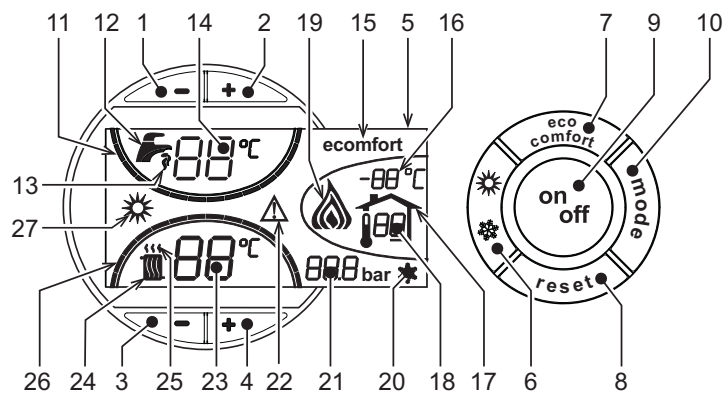
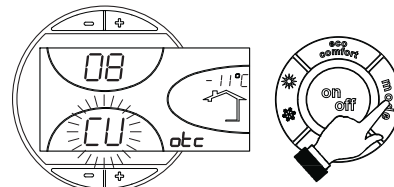
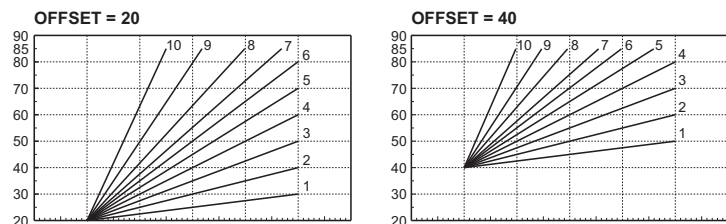

fig. 1 - Controlepaneel
fig. 11 - Kromming stooklijn
fig. 14 - Voorbeeld van parallelle verplaatsing van de compensatiecurven
Het verzoek om verwarming (door de Omgevingsthermostaat of de Timerafstandsbediening) wordt aangegeven met knipperen van de warme lucht boven de radiator (detail 24 en 25 - fig. 1).
fig. 1 De streepjes die de verwarmingsgraad aangeven (detail 26 - ) gaan branden naarmate de temperatuur van de verwarmingssensor de ingestelde waarde dichterbenedert.
Het verzoek om sanitair water (naar aanleiding van gebruik van warm sanitair water) wordt aangegeven met knipperen van het warm water onder de kraan (detail 12 en 13 - fig. 1). Controleer of de functie Comfort geactiveerd is (detail 15 - fig. 1)
De streepjes die de temperatuur van het sanitaire water aangeven (detail 11 - fig. 1) gaan branden naarmate de temperatuur van de sensor van het sanitaire water de ingestelde waarde dichterbenedert.
Wanneer verwarming van de boiler actief is (standaard ingesteld) wordt op het display het symbool COMFORT (detail 15 - fig. 1) geactiveerd; wanneer ze is uitgeschakeld is op het display het symbool ECO (detail 15 - fig. 1) geactiveerd
De gebruiker kan de boiler uitschakelen (modus ECO) door te drukken op de toets eco/comfort (detail 7 - fig. 1). Druk nogmaals op de toets eco/comfort (detail 7 - fig. 1) om de modus COMFORT te activeren.
Druk 1 seconde op de toets **on/off** (detail 9 - fig. 1) .
Druk nogmaals 1 seconde op de toets **on/off** (detail 9 - fig. 1) om de ketel weer aan te zetten.
Druk 1 seconde op de toets **zomer/winter** (detail 6 - fig. 1).
Op het display wordt het symbool Zomer (detail 27 - fig. 1) actief: de verwarmingsketel levert uitsluitend warm water. Het antivriessysteem blijft actief.
Druk weer 1 seconde op de toets **zomer/winter** (detail 6 - fig. 1) om de modus Zomer te deactiveren.
Bedien de **verwarmingstoetsen** (detail 3 en 4 - fig. 1) om de temperatuur te variëren van minimaal 30 °C tot maximaal 80 °C.
**-/+** Bedien de toetsen voor sanitair water (detail 1 en 2 - fig. 1) om de temperatuur te variëren van minimaal 10°C tot maximaal 65°C.
Wanneer de externe temperatuursonde (optioneel) wordt geïnstalleerd, wordt op het display van het bedieningspaneel (detail 5 - fig. 1) de werkelijke, door de sonde gemeten buitentemperatuur weergegeven. Het regelsysteem van de verwarmingsketel werkt met "Weersafhankelijke Temperatuur". In deze modus wordt de temperatuur van de verwarmingsinstallatie gereguleerd overeenkomstig de externe weersomstandigheden, zodat gedurende het hele jaar verhoogd comfort en energiebesparing wordt gegarandeerd. Namelijk bij toename van de buitentemperatuur wordt de uitgangstemperatuur van de installatie volgens een vastgestelde "compensatiecurve" verlaagd.
Bij regeling met Weersafhankelijke temperatuur wordt de temperatuur die ingesteld is met de verwarmingstoetsen **-/+** (detail 3 en 4 - fig. 1) de maximum uitgangstemperatuur van de installatie. Aanbevolen wordt om de maximumwaarde in te stellen, zodat het systeem bij het regelen gebruik kan maken van het gehele functioneringsbereik.
Door eenmaal op de toets **mode** (detail 10 - fig. 1) te drukken wordt de huidige compensatiecurve (fig. 11) afgebeeld en kan ze gewijzigd worden met de **toetsen sanitair water** (detail 1 en 2 - fig. 1).
Door te drukken op de **verwarmingstoetsen** (detail 3 en 4 - fig. 1) wordt toegang verkregen tot parallelle verplaatsing van de curven (fig. 14), die gewijzigd kan worden met de **toetsen sanitair water** (detail 1 en 2 - fig. 1).
Druk nogmaals op de toets **mode** (detail 10 - fig. 1) om de modus voor afstellen van parallelle verplaatsing van de curven af te sluiten.